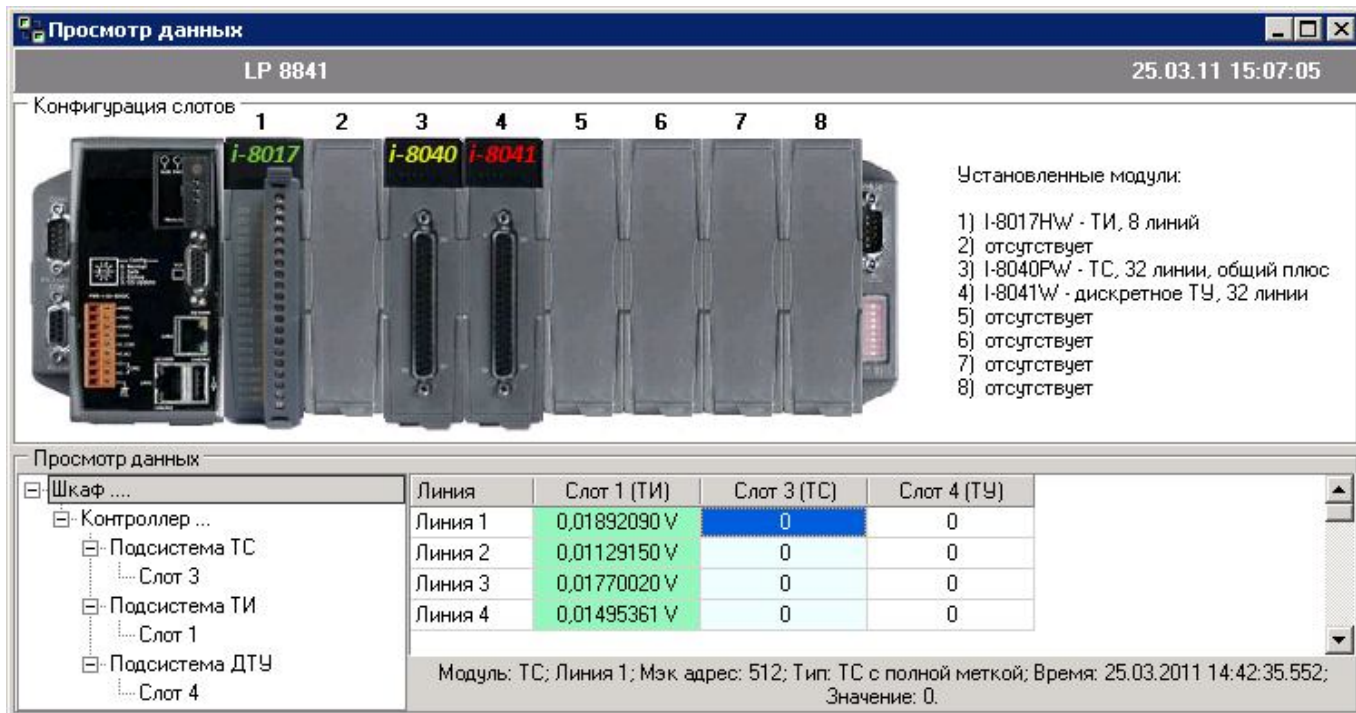

Рисунок 11 - Окно «Просмотр данных» - все данные.
Предназначено для просмотра данных о текущем состоянии ТС, ДТУ; просмотра текущих измерений ТИ; а также для установки значения на выходах дискретного телеуправления (см. Рисунок 11).
- Если выбран узел «Шкаф» или «Контроллер», то в таблицах будут отражены только столбцы с текущими данными соответствующих линий (см. Рисунок 11).